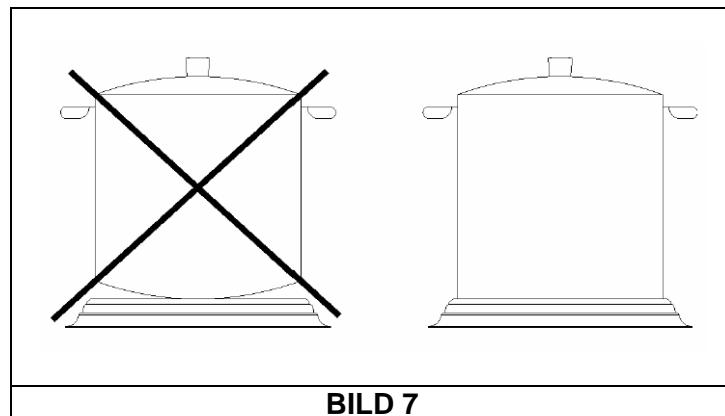

BILD 7
- Es empfiehlt sich den Gebrauch von Töpfen mit völlig ebenen und dicken Boden (siehe Bild 7).